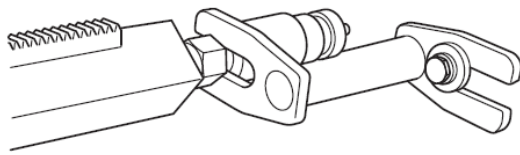

Fig.9
9. Para mayor seguridad de la columna de perforación se puede usar la fijación de expansión (fig. 9). La fijación se ajusta contra el tornillo de puntal y se fija en la pared con un tornillo de expansión. Fijar con una tuerca de seguridad de 30 mm.
9. Pode utilizar o acessório de expansão para proporcionar uma fixação adicional da coluna de perfuração. (Fig. 9). A fixação pode ser ajustada contra o parafuso de escora e fixada à parede com um parafuso de expansão. Fixe com a porca de segurança de 30 mm.
9. The expander attachment can be used to provide additional anchorage of the drill column (Fig. 9). The attachment is adjusted against the column support screw and is secured on the wall with an expansion bolt. Secure with the locking nut 30 mm.
9. Osprzet rozszerzający można wykorzystać do dodatkowego zamocowania kolumny wiertniczej (rys. 9). Osprzet dociska się do śruby podtrzymującej kolumnę i mocuje do ściany za pomocą śruby rozporowej. Zabezpieczyć nakrętką zabezpieczającą 30 mm.